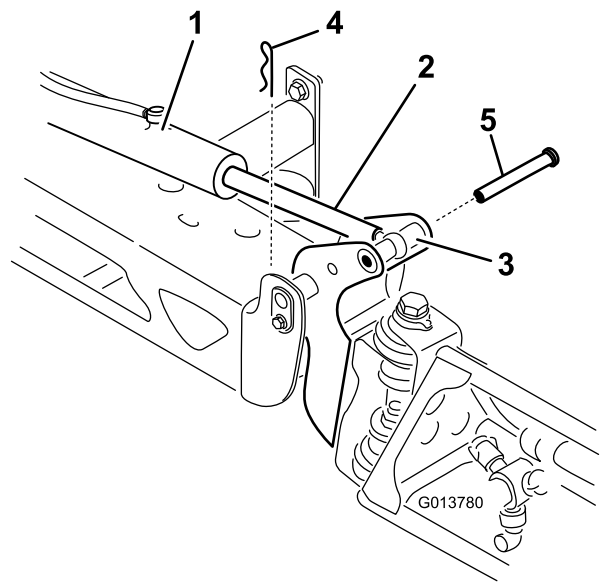

图63
2. 从枢轴销（图63）上拆下开口销。
3. 向上提起喷洒臂，拆下柱销（图63），然后将喷洒臂慢慢放到地面上。
9. 支撑住喷洒臂，将柱销插入喷洒臂枢轴和提升器杆（图63）。